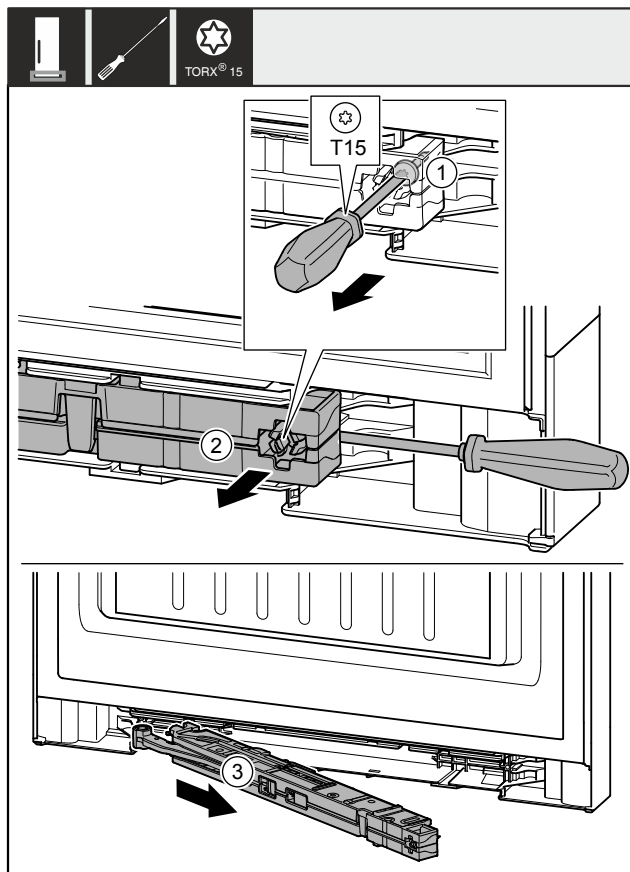

Fig. 11
- ▶ Vijak Fig. 11 (1) na jedinici prigušivača zatvaranja otpustite odvijačem cca. 14 mm.
- ▶ Jedinicu prigušivača zatvaranja Fig. 11 (2) podignite odvijačem prema gore na strani ručke.
- ▶ Izvucite jedinicu prigušivača zatvaranja Fig. 11 (3).